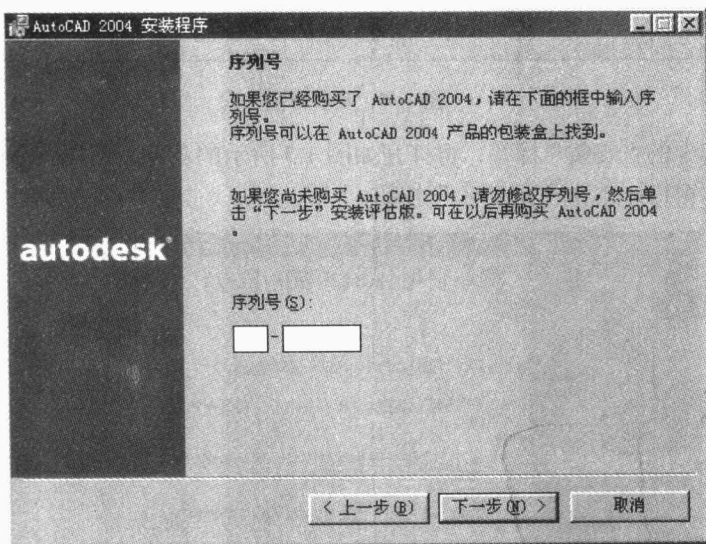

图 1.7 “序列号”窗口
- (5) 单击“下一步”按钮, 打开如图 1.7 所示的“序列号”窗口。在“序列号”下面的文本框中, 输入随所购 AutoCAD 2004 软件提供的产品序列号。